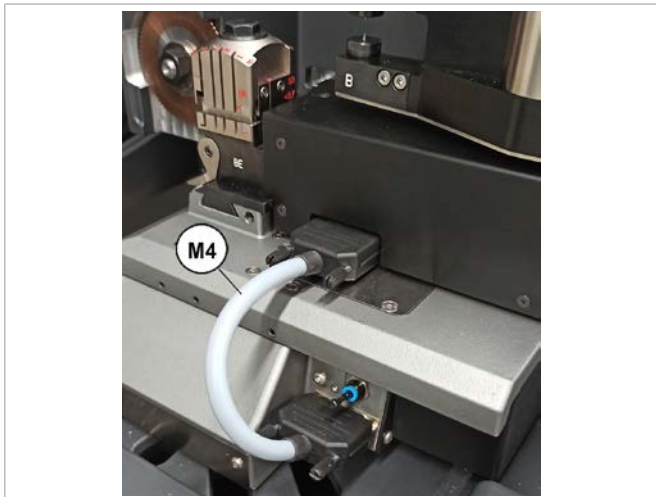

Bild 28
- 3) Den Spannbacken mit dem seriellen Kabel (M4) an die Maschine anschließen (Bild 28).